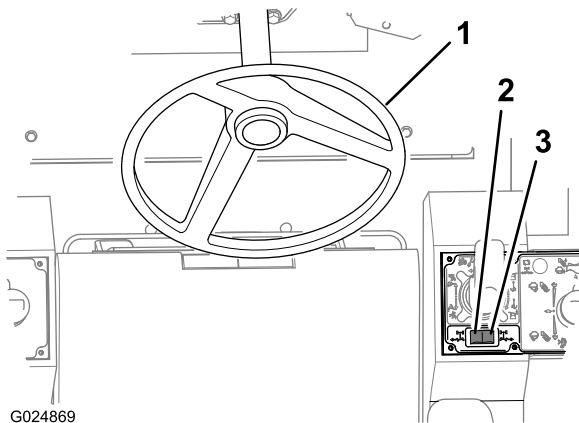

Figura 41
Utilizzate il volante per controllare la sterzata delle ruote anteriori (Figura 41).
- Spingete l'interruttore a bilanciere per lo sterzo delle ruote posteriori (Figura 41) nella metà destra dell'interruttore per sterzare le ruote posteriori a destra (sterzata a sinistra).
- Spingete questo interruttore a bilanciere per lo sterzo delle ruote posteriori (Figura 41) nella metà sinistra dell'interruttore per sterzare le ruote posteriori a sinistra (sterzata a destra).